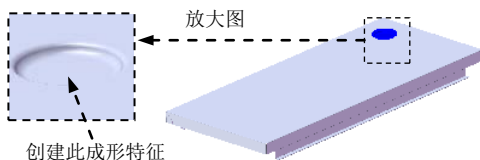
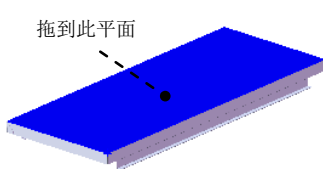

图 17.9.38 创建成形特征 1
图 17.9.39 定义草图平面
Step18. 创建图 17.9.38 所示的成形特征 1。
(1) 单击任务窗格中的“设计库”按钮 , 打开“设计库”对话框。
(2) 单击“设计库”对话框中的  ch17 节点, 在设计库下部的列表框中选择“case_shaped_tool_04”文件并拖动到图 17.9.39 所示的平面, 在系统弹出的“成形工具特征”对话框中单击  按钮。